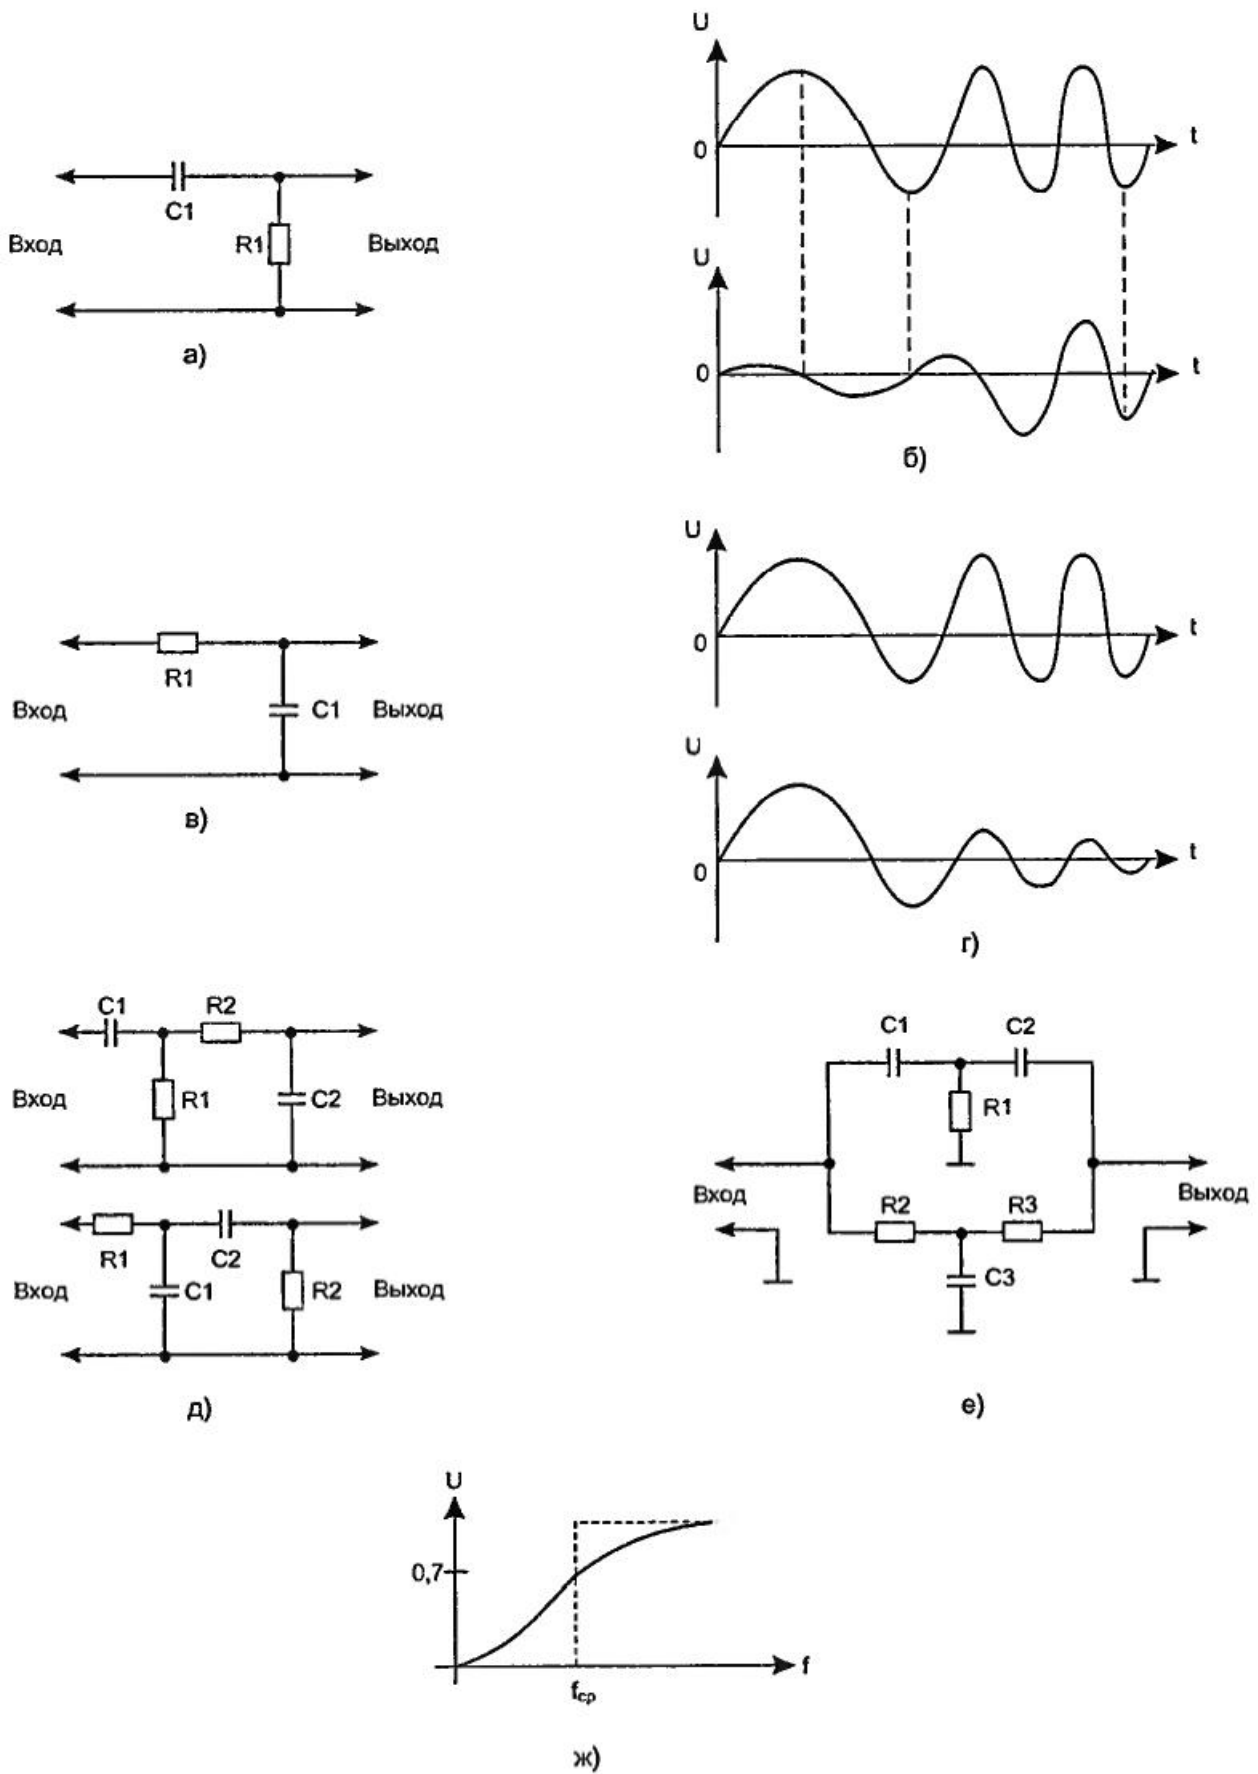

Рис. 1.34. Пассивные фильтры:
Простейший фильтр верхних частот — это уже известная нам дифференцирующая цепочка (рис. 1.34, а). Как известно, емкостное сопротивление конденсатора с уменьшением частоты сигнала увеличивается вплоть до бесконечности, поэтому если на вход фильтра подавать сигнал с выхода генератора неизменной амплитуды и изменяющейся частоты, то при уменьшении частоты генератора амплитуда выходного переменного напряжения будет уменьшаться (рис. 1.34, б). Кстати, обратите внимание, что выходной сигнал ФВЧ сдвинут по фазе на -90° , т. е. сигнал на выходе опережает входной сигнал. Получается это из-за того, что к тому времени, как сигнал на входе достигнет максимального значения, конденсатор С1 уже успеет разрядиться через резистор R1 до нуля. Поэтому, когда входное напряжение начнет уменьшаться от максимального значения через нуль в область отрицательных (тоже максимальных) значений, напряжение на резисторе R1 начнет уменьшаться от нуля, а не от максимального положительного значения. К тому времени, когда входной сигнал достигнет максимального (по модулю!) отрицательного значения, напряжение на резисторе снова окажется равным нулю.
Если в схеме на рис. 1.34, а поменять местами резистор и конденсатор, то у нас получится фильтр нижних частот (рис. 1.34, в). Графики работы этого фильтра показаны на рис. 1.34, г. Как видно, амплитуда выходного напряжения ФНЧ возрастает с уменьшением частоты, при этом выходной сигнал по фазе не сдвинут. На низких частотах емкостное сопротивление конденсатора, по сравнению с сопротивлением резистора, огромно, поэтому напряжение на конденсаторе $C1$ (при синусоидальном входном сигнале) изменяется практически одновременно со входным. На высоких частотах конденсатор вообще не успевает сколь либо заметно зарядиться (его емкостное сопротивление гораздо меньше сопротивления резистора), поэтому напряжение на верхней по схеме обкладке конденсатора практически неизменно и равно постоянной составляющей входного сигнала. Если входной сигнал представляет собой смесь низкочастотного и высокочастотного сигналов (как на рис. 1.31, а), то высокочастотная составляющая сигнала будет сглажена и на выход пройдет только низкочастотная составляющая (на рис. 1.31, а этот сигнал отмечен пунктирной линией « $C2 < C_{\min}$ »). Сигнал на выходе ФВЧ (рис. 1.34, а) при таком же входном сигнале показан на рис. 1.31, б. Формула для расчета частоты среза фильтра нижних частот та же, что и для ФВЧ:
Нетрудно догадаться, что при комбинации ФНЧ и ФВЧ у нас получится полосовой фильтр (рис. 1.34, д). Для полосового фильтра все равно, какой именно фильтр (ФНЧ или ФВЧ) будет стоять на входе, а какой — на выходе, от этого ничего не меняется. Поэтому обе схемы используются одинаково часто. Впрочем, если нагрузка фильтра (то, что подключено к его выходу) имеет значительную емкость, то лучше предпочесть верхнюю схему, а если она имеет небольшое входное сопротивление — то нижнюю. В таком случае емкость (или сопротивление) нагрузки сложатся с емкостью или сопротивлением последнего (параллель-
Полоса пропускания этого полосового фильтра определяется по формуле (1) и находится в пределах от f_{cp} для ФВЧ до f_{cp} для ФНЧ. Номиналы обоих резисторов и конденсаторов желательно выбирать близкими по величине (т. е. 1 кОм и 2 кОм можно, а 1 кОм и 20 кОм — нежелательно) — в таком случае у фильтра будет большой КПД. В противном случае, если, например, у верхнего фильтра на рис. 1.34, *д* емкость $C1$ выбрать равной 1 мкФ, емкость $C2$ — 0,1 мкФ, сопротивление $R1$ равным 1 кОм, а $R2$ — 10 кОм, то вначале высокочастотная составляющая ограничится по амплитуде на слишком низкоомном резисторе $R1$, после чего через высокоомный резистор $R2$ пойдет на нагрузку, которая, в свою очередь, также несколько ограничит амплитуду сигнала (из-за входного сопротивления). Если же сопротивления резисторов выбрать примерно одинаковыми, то и входной сигнал не очень сильно ограничится на резисторе $R1$ и через $R2$ пройдет больший ток (или напряжение). То же относится и к нижнему фильтру, но процессы, происходящие в конденсаторах, сложнее «резисторных», поэтому «грузить» читателей сдвигом фаз здесь я не буду.
Режекторный фильтр получится при параллельном соединении ФНЧ и ФВЧ (рис. 1.34, *е*). Такой фильтр в литературе называется «двойной Т-образный мост», его частота среза высчитывается по тем же формулам, что и для рассмотренных ранее Г-образных фильтров. В режекторном фильтре можно использовать только Т-образные цепочки — в противном случае резисторы и конденсаторы попросту окажутся параллельно соединенными и никакой фильтрации не получится.
Все рассмотренные выше фильтры являются фильтрами **первого порядка**, то есть у них коэффициент затухания равен 6 дБ на октаву. «Расшифровывается» эта фраза просто — при изменении частоты сигнала в 2 раза (на 1 октаву) его амплитуда изменяется тоже в 2 раза (6 дБ). Эта очень мало, амплитудно-частотная характеристика подобного ФВЧ показана на рис. 1.34, *ж*, а пунктирной линией на этом рисунке — АЧХ идеального фильтра. Как видно, реальный фильтр весьма далек от идеала.